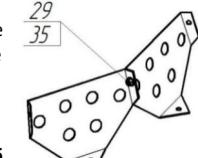

Рис.16
Возможна комплектация бетоносмесителя сборными лопастями (рис. 16). В этом случае необходимо две полу-лопасти скрепить между собой болтом (35) и гайкой (29).